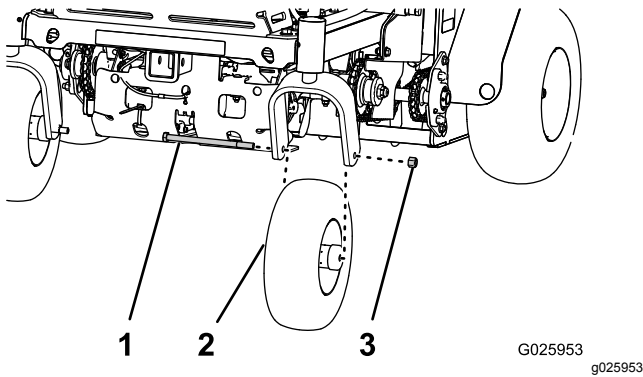

Figure 33
3. Retirez l'écrou et le boulon de roue, et déposez la roue pivotante de la fourche (Figure 33).
- Placez le trou dans l'arbre de la roue pivotante entre les trous de la fourche (Figure 33).
- Fixez l'ensemble roue à la fourche au moyen de l'écrou et du boulon (Figure 33) que vous avez retiré à l'opération 3 de Dépose des roues pivotantes (page 36).